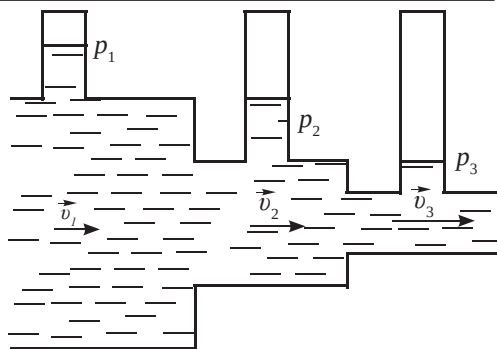

Рис. 77. Измерение давления жидкости в различных сечениях трубы
Определим давление жидкости в трубе переменного сечения с помощью жидкостных манометров (рис. 77). Опыт показывает, что в широких частях трубы давление больше, чем в узких. На основании уравнения неразрывности следует, что в той части трубы, где сечение больше, скорость течения меньше.
- 2) вода течет по трубе (рис. 77).